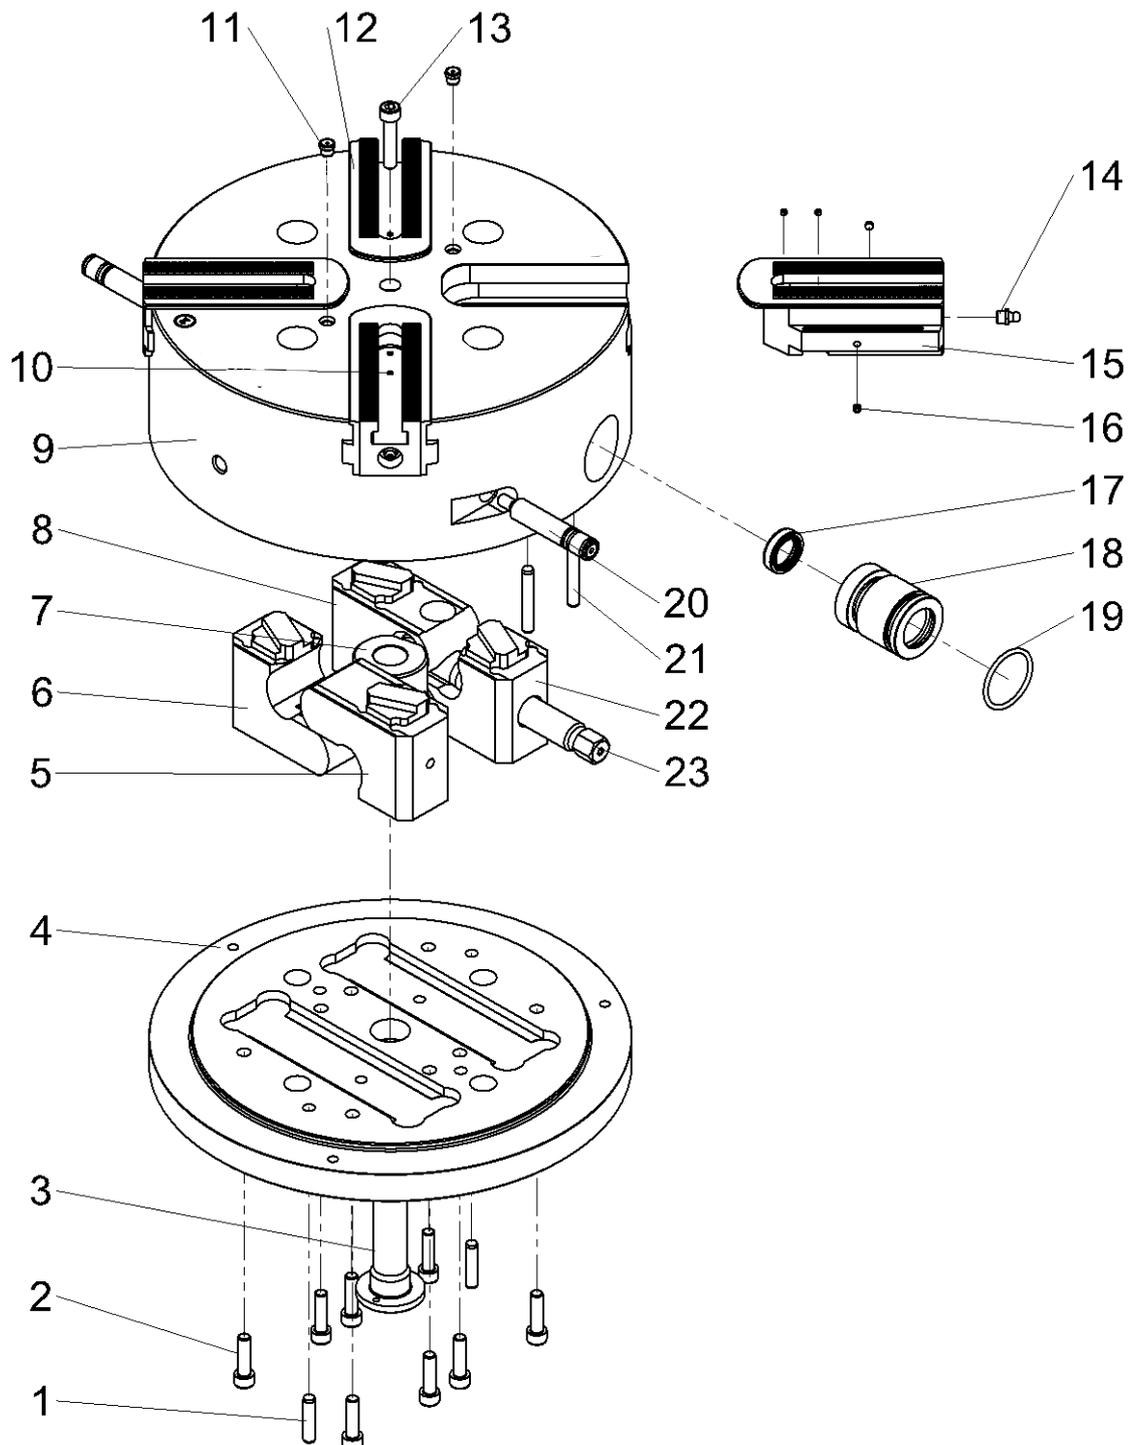

Abb. 8-1: Ersatzteile (VD016 - VD040)
- Schritt 1** Suchen Sie in der Abbildung 8.1 / 8.2 / 8.3 / 8.4 / 8.5 das gewünschte Ersatzteil.